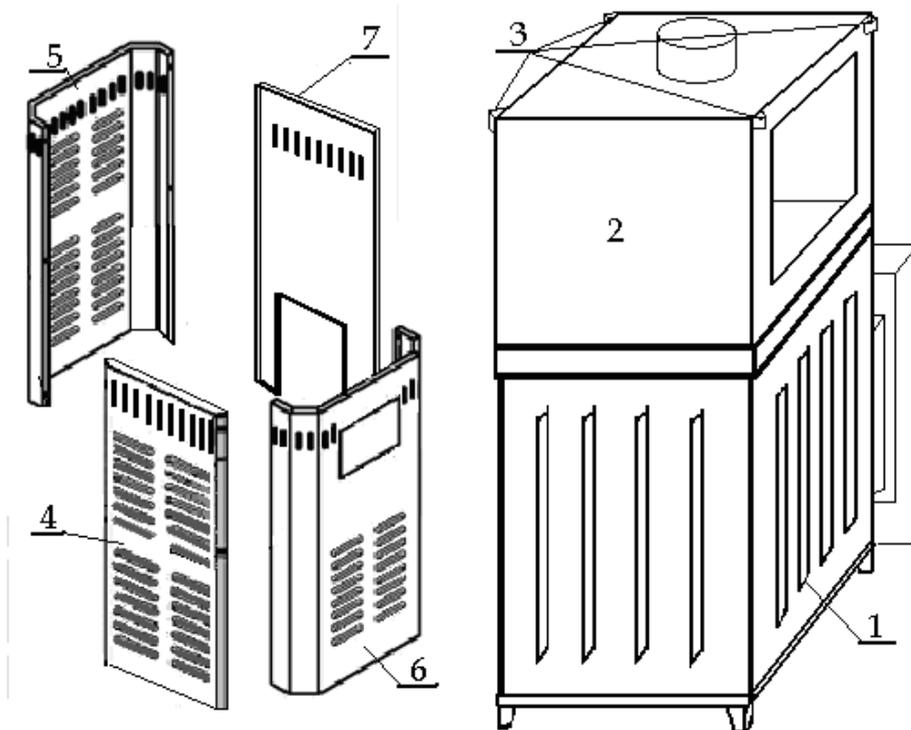

Рис.2. Сборка облицовки печи Сударушка М
**5.2. Облицовка Сударушки М** собирается из щитков (4,5, 6,7), с помощью винтов и гаек (см.рис.2);